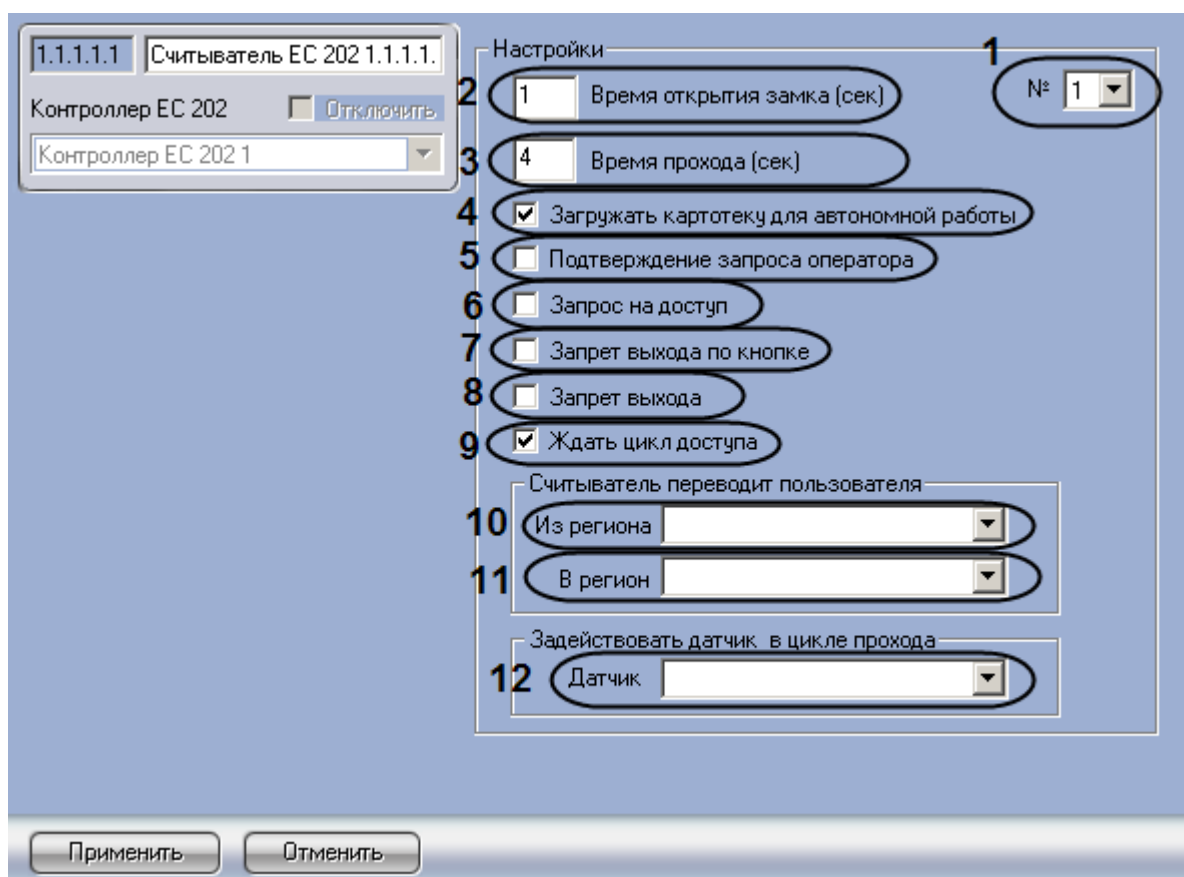

Рис. 3.5—7 Настройка считывателя ЕС 202
2. Из раскрывающегося списка **№** выбрать аппаратный адрес подключения считывателя (см. Рис. 3.5—7, 1).
3. Указать в поле **Время открытия замка** период времени в секундах, в течение которого на замок должно подаваться отпирающее напряжение после считывания кода карты доступа (см. Рис. 3.5—7, 2).